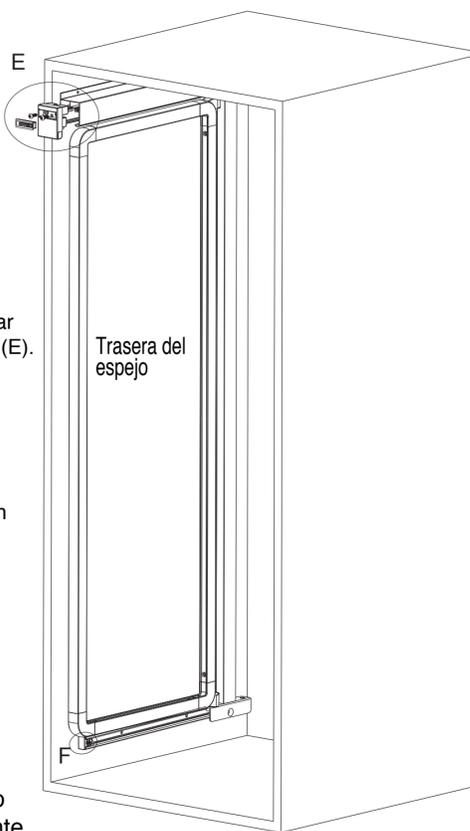

Imagen 7
11. Colocar el extremo de la guía superior, fijar con sus tornillos y colocar la tapa decorativa. (E).
13. Atornillar el extremo de la guía inferior con sus tornillos M4x25 (F). Ver imagen 7.